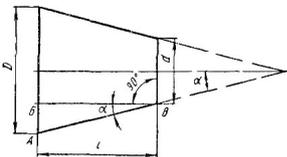

Рис. 148 Основные размеры усеченного конуса
**Связь между элементами конуса.** На чертеже указывают обычно три основных размера конуса: больший диаметр  $D$ , меньший диаметр  $d$  и высоту конуса  $l$  (рис. 148).